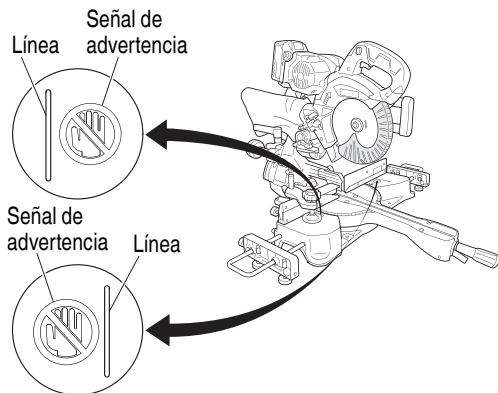

Fig. 25
- No coloque nunca sus miembros dentro de la línea cerca del signo de advertencia mientras esté utilizando la herramienta. Esto podría resultar peligroso (consulte la Fig. 25).